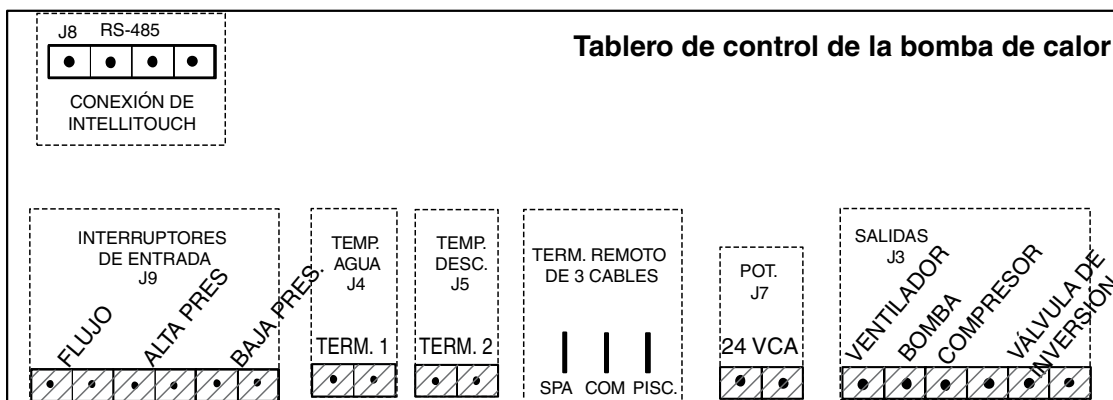

Figura 11.
9. Conecte el cable del Centro de carga IntelliTouch® o EasyTouch® en los terminales de control remoto de la bomba de calor utilizando conectores de horquilla de ¼ pulgada (6.4 mm); vea la **Figura 11** en la página anterior. Siga las instrucciones de la **página 12** para realizar el cableado.